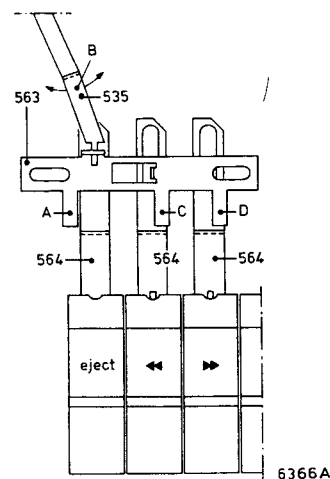

Fig. 44
- Das Gerät auf "Stop" stellen. Den Kassettenträger nach unten drücken. Die Lippe A des Bügels Pos. 563 darf die Kassettenträgerriegeltaste nicht sperren. Einstellen erfolgt durch Verbiegen des Teils B von Bügel Pos. 535 (siehe Abb. 44).
Die "Vorlauf"- und "Rücklauf"-Drucktasten dürfen jetzt nicht durch die Lippen C und D des Bügels 563 gesperrt werden (siehe Abb. 44).